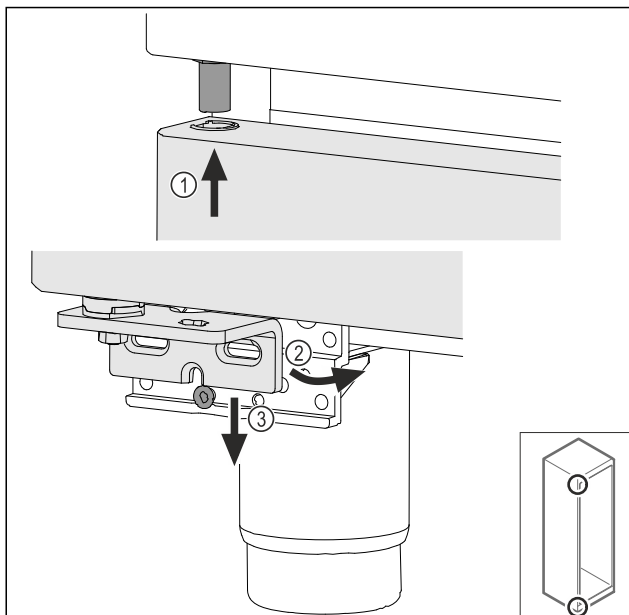

Fig. 34
- ▶ Umetnite vrata lagano nagnuta gore Fig. 34 (1), poravnajte vrata Fig. 34 (2) i dolje ih postavite na vijak podloška ležaja Fig. 34 (3).